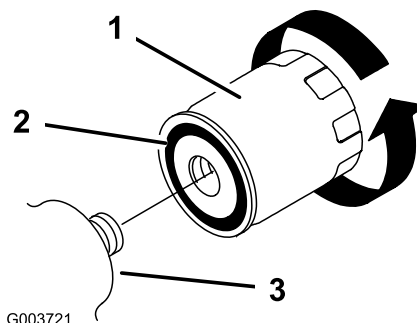

Figure 37
5. Enlevez le filtre à huile usagé (Figure 37) et essuyez la surface du joint de l'adaptateur.
6. Appliquez une fine couche de liquide hydraulique sur le joint en caoutchouc du filtre de rechange (Figure 37).
7. Montez le filtre de rechange sur l'adaptateur (Figure 37). Tournez le filtre dans le sens horaire jusqu'à ce que le joint rejoigne l'adaptateur, puis donnez 1/2 de tour supplémentaire.